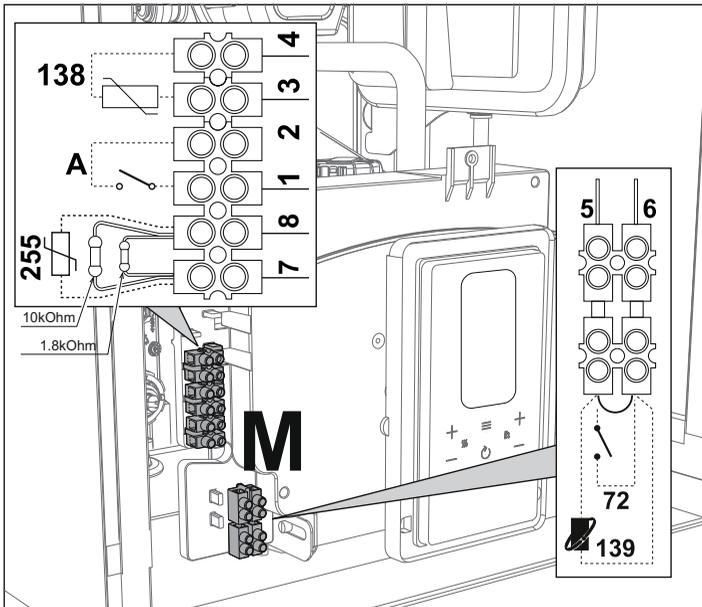
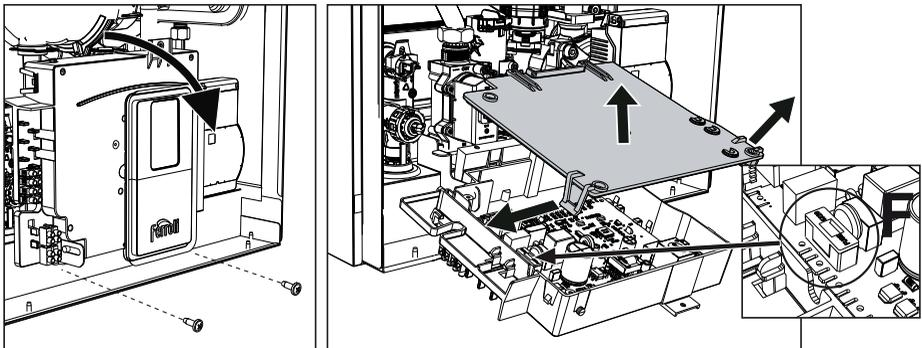

fig. 29
fig. 30
Dopo aver tolto il pannello frontale ( sez. "Apertura del pannello frontale" a pag. 41) è possibile accedere alle morsettiere (M) e al fusibile (F) seguendo le indicazioni descritte di seguito (fig. 29 e fig. 30). I morsetti indicati nella fig. 29 devono essere a contatti puliti (non 230V). La disposizione dei morsetti per i diversi allacciamenti è riportata anche nello schema elettrico alla fig. 66.
### Configurazione Interruttore ON/OFF (A fig. 29)